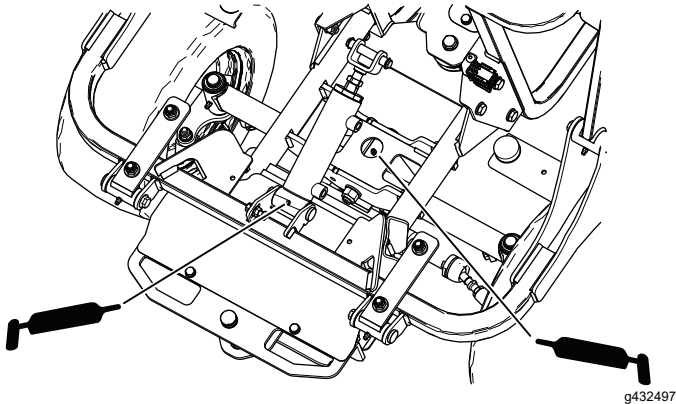

Bild 45
- Zylinderdrehzapfen der Fangbox und Drehzapfen der Hinterachse (Bild 45)